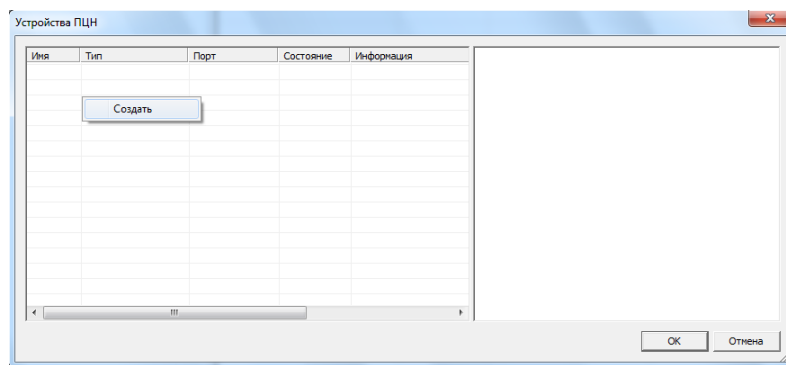

Рис. 4.4. Создание карточки приемно-передающего устройства ПЦН
2. В открывшемся окне *Устройства ПЦН* щелкните правой кнопкой мыши по свободному месту и в появившемся меню выберите *Создать* (рис. 4.4).